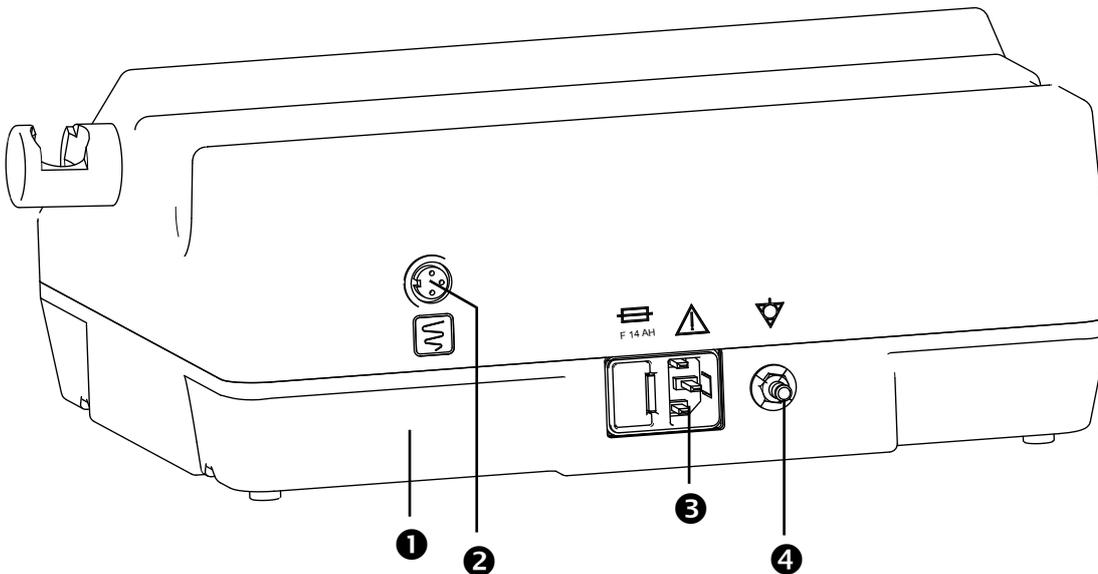

Fig. 2. Vista trasera
- Conecte el cable a la base de enchufe (Ⓔ, fig. 2).
- Para conectar un ENG (nistagmógrafo eléctrico) o CNG (nistagmógrafo electrónico) a la salida (Ⓔ, fig. 2), deben utilizarse únicamente registradores autorizados por ATMOS. ATMOS le facilita el cable de conexión (ver punto 8.0).
- Conexión para equipotencial (Ⓔ, fig. 2). ATMOS le facilita el cable de conexión (ver punto 8.0).